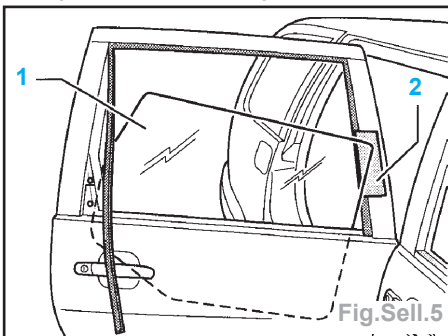

Fig.Sell.5
- Protéger l'encadrement de la fenêtre avec de la bande en toile adhésive (2) de façon à éviter de causer tout dommage à la peinture (Fig.Sell.5).